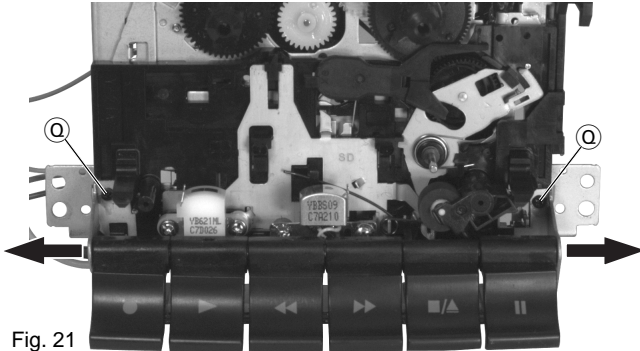

Fig. 21
- 2 Schrauben **Q** (Fig. 21) herausschrauben und Tastenblock aushängen.
- Tastenblockrahmen vorsichtig auseinanderbiegen (Fig. 21) bis die Achse mit den Tasten entnommen werden kann.
- Undo 2 screws **Q** (Fig. 21) and unhook the bank of buttons.
- Bend the frame of the bank of buttons gently apart (Fig. 21) until the shaft of the buttons can be removed.